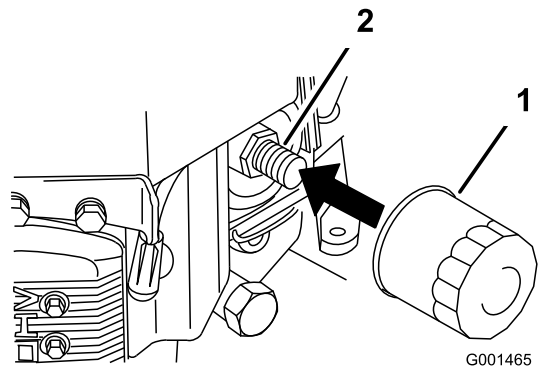

Figura 28
- Retire el filtro de aceite usado (Figura 28).
- Aplique una capa fina de aceite nuevo a la junta de goma del filtro nuevo (Figura 28).
- Instale el filtro de repuesto en el adaptador de filtro; gire el filtro en el sentido de las agujas del reloj hasta que la junta de goma entre en contacto con el adaptador del filtro, luego apriete el filtro tres cuartos de vuelta más (Figura 28).